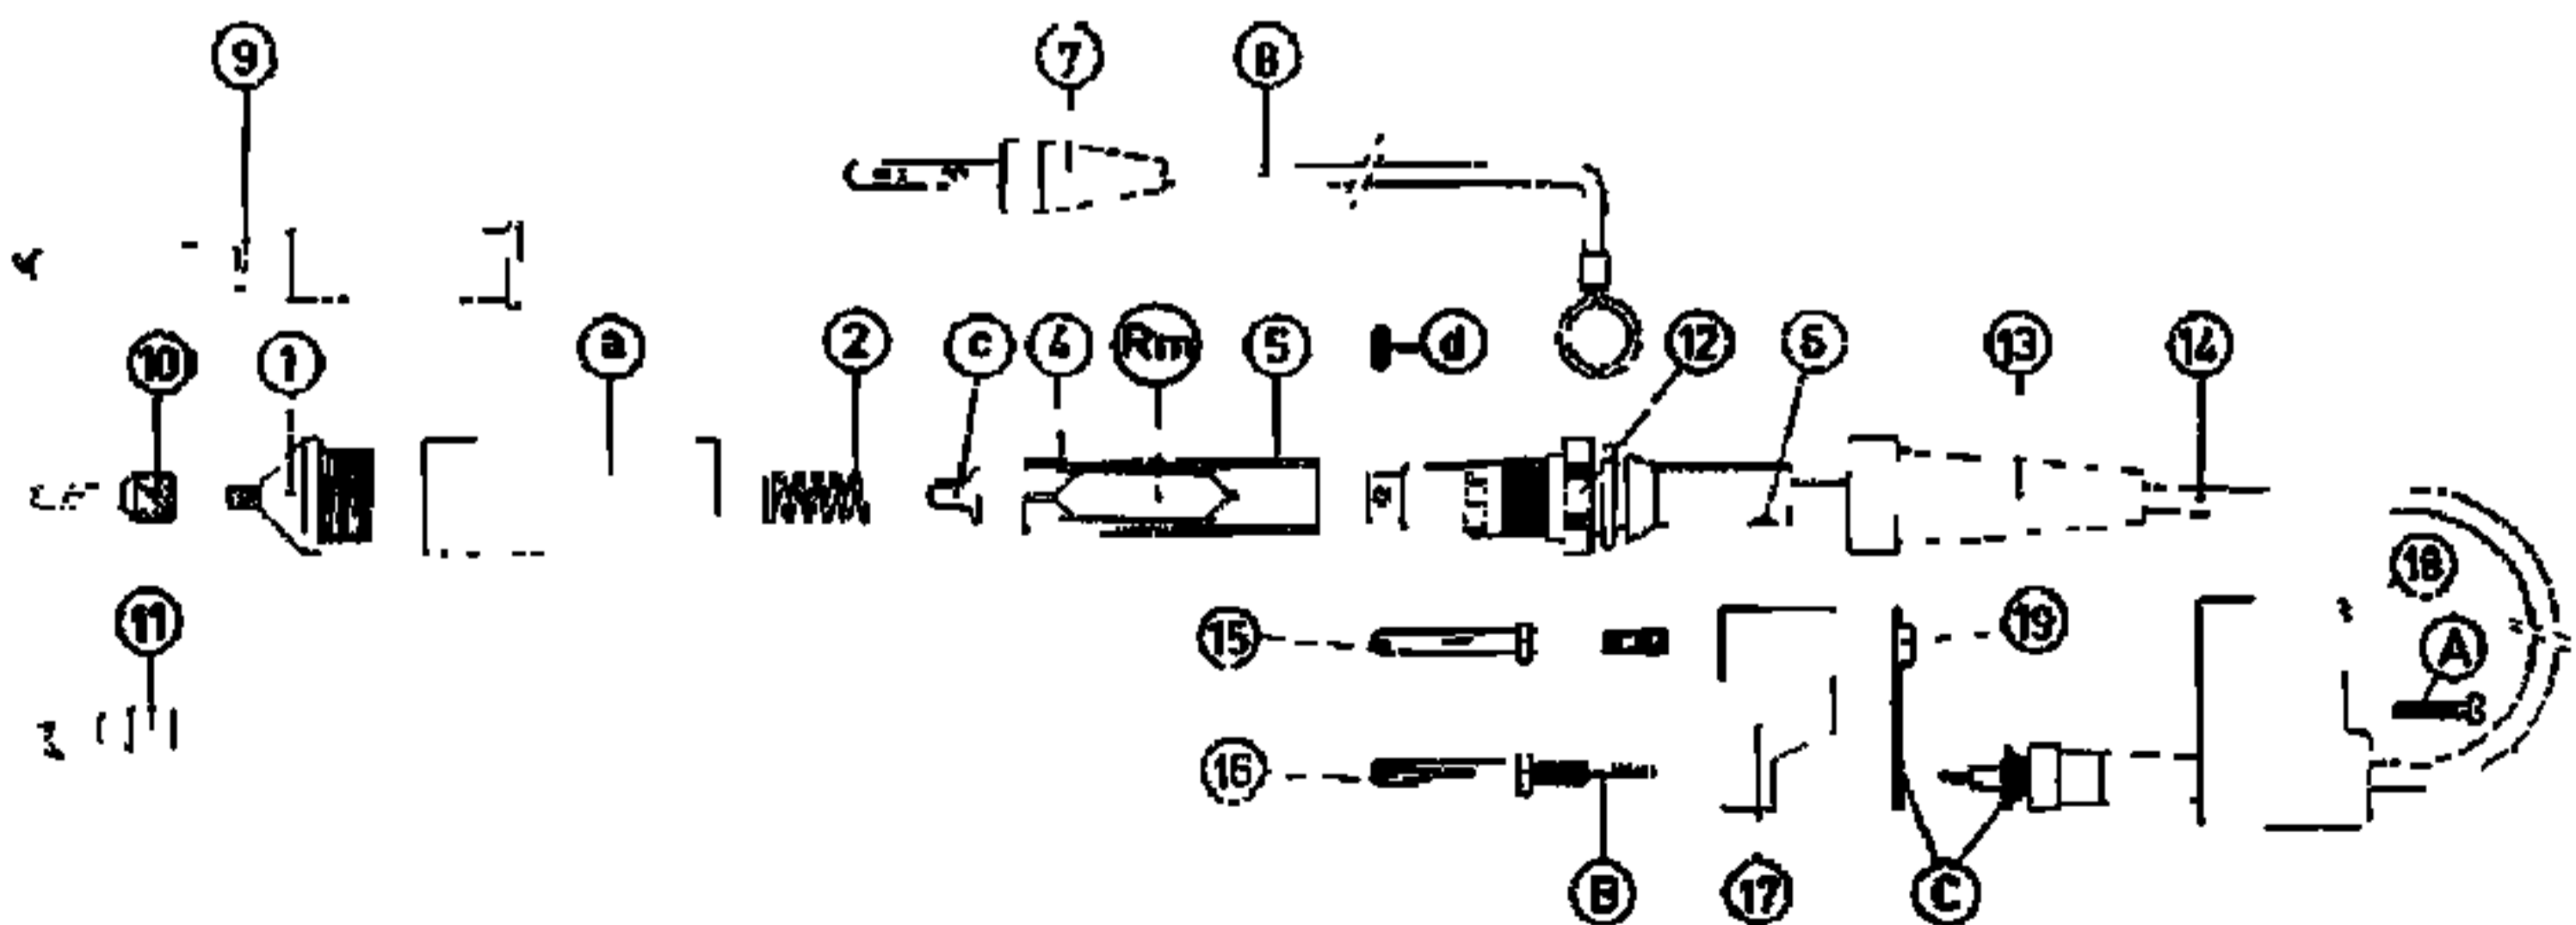

Fig. 22 Demontage gelijkspanningsmeetkop
a. Vervanging van onderdelen (fig. 22)
1. Aan de kant van de meetkop (fig. 22)
2. Aan de kant van de steker (fig. 22).